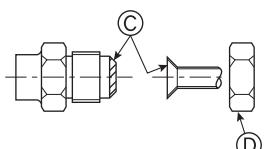

Fig. 4-8
Ⓐ (Fig. 4-8)
Ⓑ (Fig. 4-8)
4.4. Tubos de conexión (Fig. 4-8)